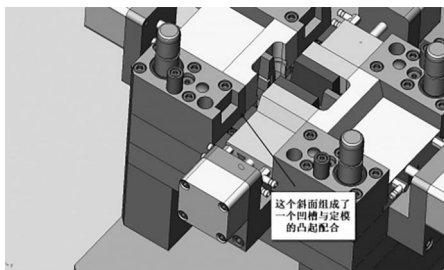

图40
2. 参与组成与定模内外同时抽滑块的凸起的相应的凹槽, 见图40。